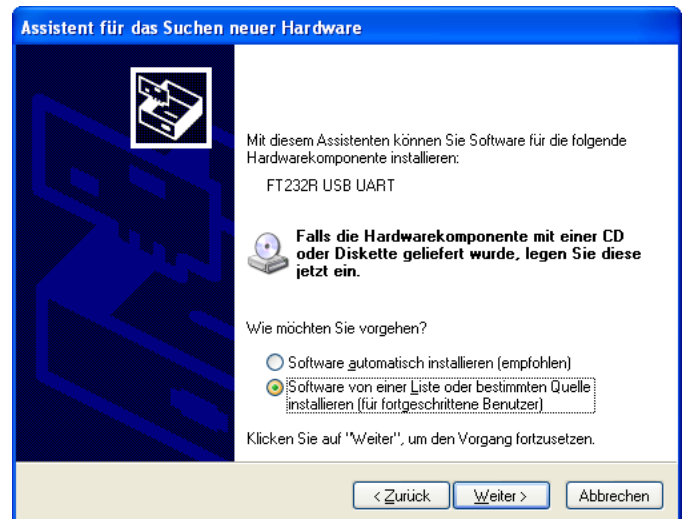

Figure 10.2
- Sélectionnez "Installer le logiciel à partir d'une liste ou d'un emplacement spécifié (Avancé)" comme le montre la figure 10.2 en bas, puis cliquez sur "Continuer".